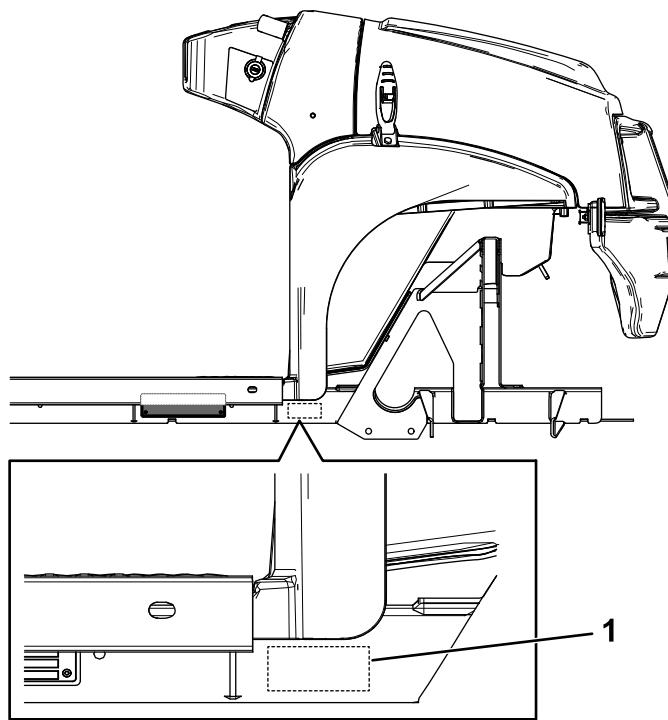

**Figura 6**
- Instale la placa del número de serie usando 4 remaches ciegos (3 x 10 mm) en la posición indicada en la Figura 6.